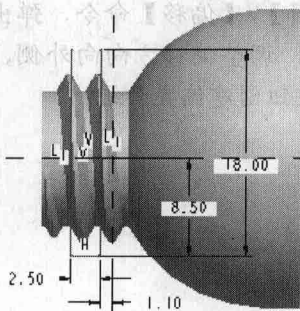
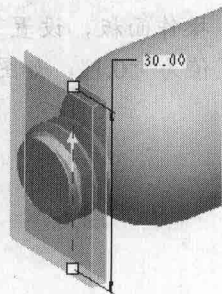

图1-13
图1-14
6. 在菜单栏中选择【插入】/【拉伸】命令，弹出【拉伸】操作面板。单击  按钮，展开【放置】菜单并单击  按钮，选取基准平面 front 为草绘平面，右向参考面为基准平面 right，单击  按钮进入草绘环境，绘制如图 1-13 所示的图形，单击  按钮退出草绘环境。展开【选项】菜单，将【第一侧】设置为【对称】类型，输入深度为“30”，然后单击  按钮创建曲面，如图 1-14 所示。